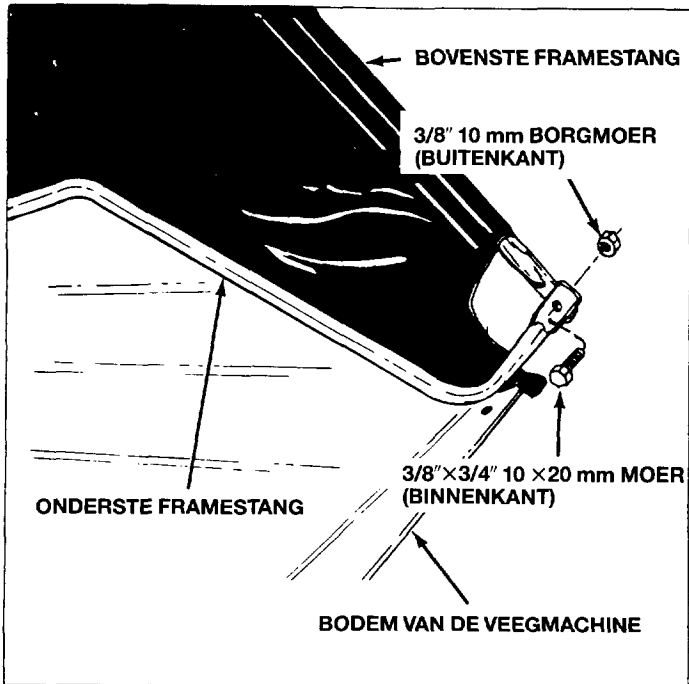

Fig. 17
- Bevestig de gemonteerde onderste framestangen in de bodem van de container (fig. 17).
- Monteer de bovenste en onderste uiteinden van de framestangen aan elkaar met twee zeskante bouten 10×20 mm ($3/8 \times 3/4$) (aan de binnenkant) en borgmoeren 10 mm ($3/8$) (aan de buitenkant). Zie fig. 17.